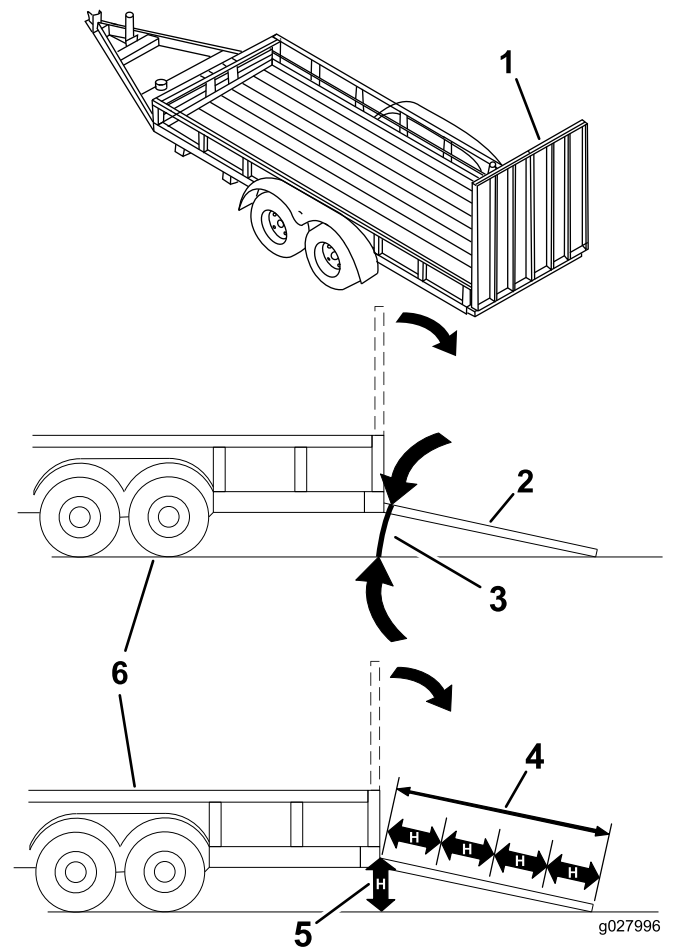

Figura 33
El cargar la máquina en un remolque o un camión aumenta la posibilidad de un vuelco y podría causar lesiones graves o la muerte (Figura 33).
3. Baje la rampa, asegurándose de que el ángulo entre la rampa y el suelo no supera los 15 grados (Figura 33).
1. Baje la rampa, asegurándose de que el ángulo entre la rampa y el suelo no supera los 15 grados (Figura 33).